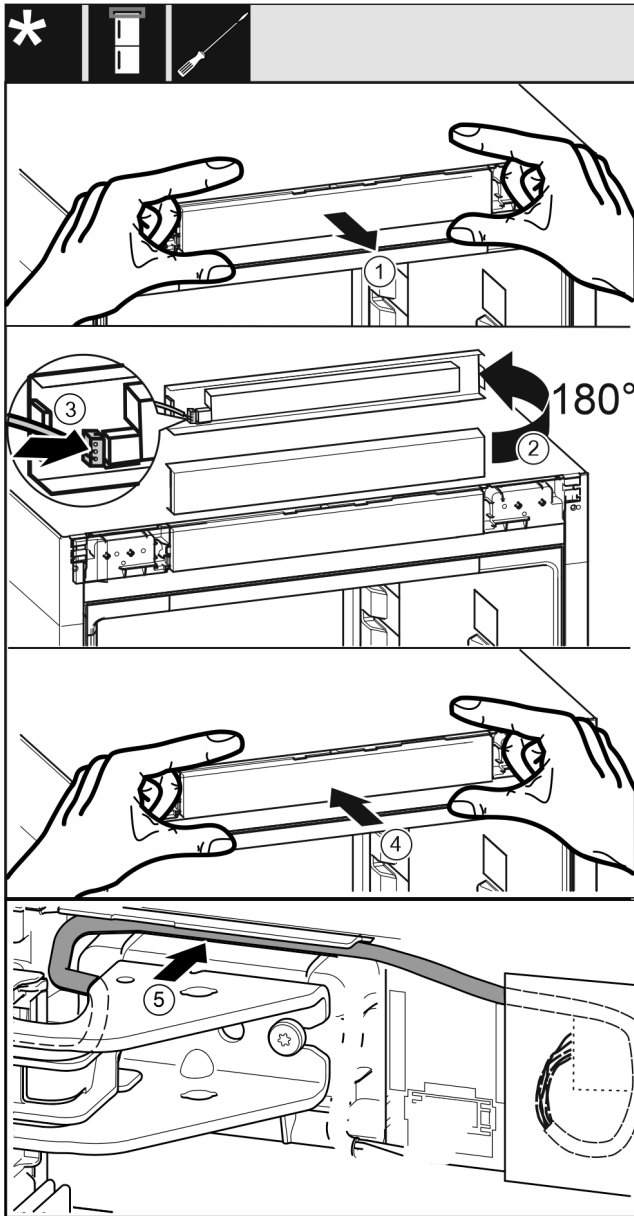

Fig. 45
- ▶ Bedienblende Fig. 45 (1) vorsichtig herausnehmen.
- ▶ Bedienblende Fig. 45 (2) um 180° nach oben drehen.
- ▶ Stecker Fig. 45 (3) an der Bedienteilblende einrasten.
- ▶ Bedienblende Fig. 45 (4) wieder am Gerät einrasten.
- ▶ Kabel Fig. 45 (5) vorsichtig in der Führung über dem oberen Lagerbock verlegen.